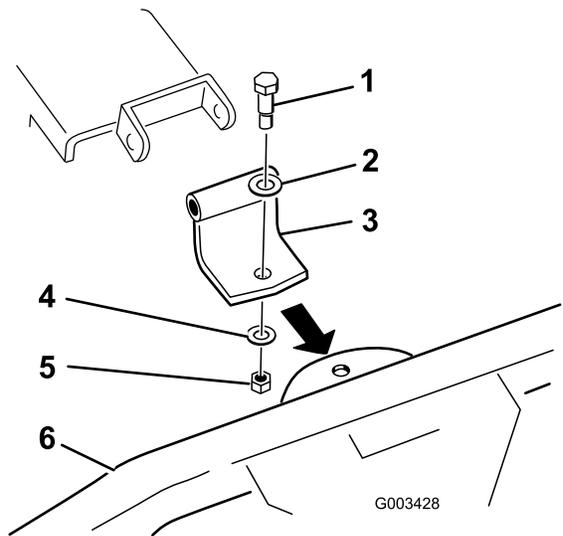

Figura 3
- Usate la staffa orientabile curva, come indicato nella Figura 3, se la staffa all'estremità del rastrello dentato è rivolta verso l'alto.